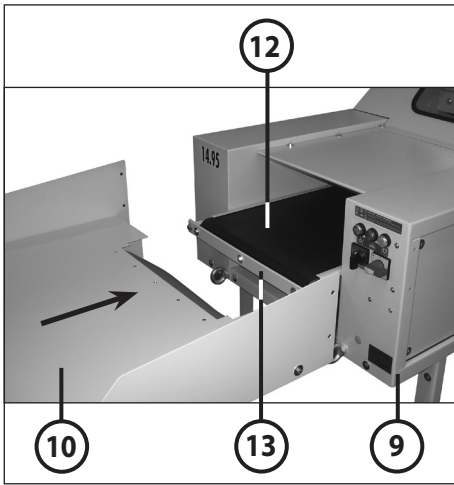

fig. 1
- 9 = Boîtier (fig. 1, 2 et 4)
- 10 = Table (fig. 1, 2, 4 et 5)
- 12 = Bande de transport (fig. 1 et 4)
- 13 = Support pour bande de transport (fig. 1)
MONTAGE DE LA TABLE (10) (fig. 1, 2 et 3):
1. Dévisser les 3 vis qui se trouvent à chaque fois sur la face avant du boîtier (9) et du côté frontal du support pour bande de transport (13).
2. Poser la table (10) sur le support pour bande de transport (13), la faire glisser vers l'arrière jusqu'au boîtier (9) et la fixer à la face avant du boîtier et au côté frontal du support pour bande de transport à l'aide des vis dévissées précédemment (figures 1, 2 et 3).